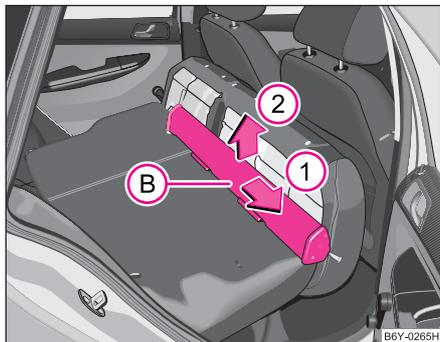

Abb. 65 Rücksitze-
- Schieben Sie das Netztrennwandgehäuse **B** ⇒ Abb. 65 in Pfeilrichtung **1** und nehmen es aus der Aufnahme der Rücksitzlehne in Pfeilrichtung **2** heraus.